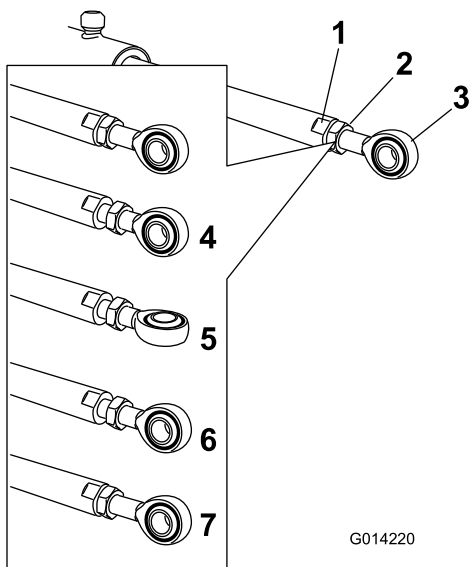

Bild 114
5. Arretieren Sie die flachen Seiten der Aktuatorstange mit einem Schraubenschlüssel und lösen Sie dann die Klemmmutter, damit Sie die Ösenstange manipulieren können (Bild 114).
6. Drehen Sie die Ösenstange in der Aktuatorstange, um den ausgefahrenen Aktuator auf die gewünschte Stellung zu verlängern oder zu verkürzen (Bild 114).